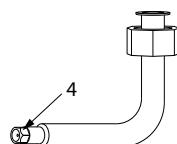

рис. 6
- Снимите сервисную крышку (поз.1, рис.6) панели управления. Для этого сначала приподнимите её вверх, а после вытяните на себя.
- Ослабьте накидную гайку (поз.2, рис.6) трубы подачи газа на основную горелку гаечным ключом и извлеките трубку (поз.3, рис.6) из устройства.
- Замените форсунку (поз.4, рис.6), расположенную на другом конце трубы, на форсунку из комплекта поставки (диаметр отверстия форсунки для природного газа 2,8 сотых долей миллиметра, для сжиженного газа 1,7 сотых долей миллиметра). Убедитесь, что уплотнительная шайба форсунки плотно прижата к газовой трубке.